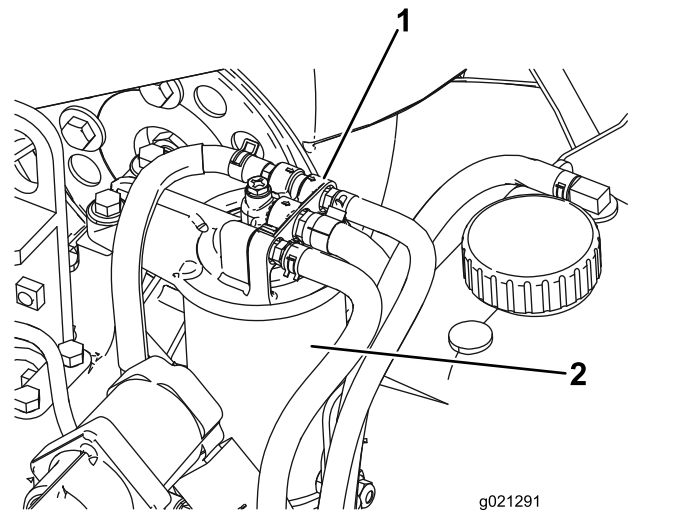

Bild 80
2. Entfernen Sie den Filter und reinigen die Kontaktfläche (**Bild 80**).
1. Reinigen Sie den Bereich um den Kraftstofffilterkopf (**Bild 80**).